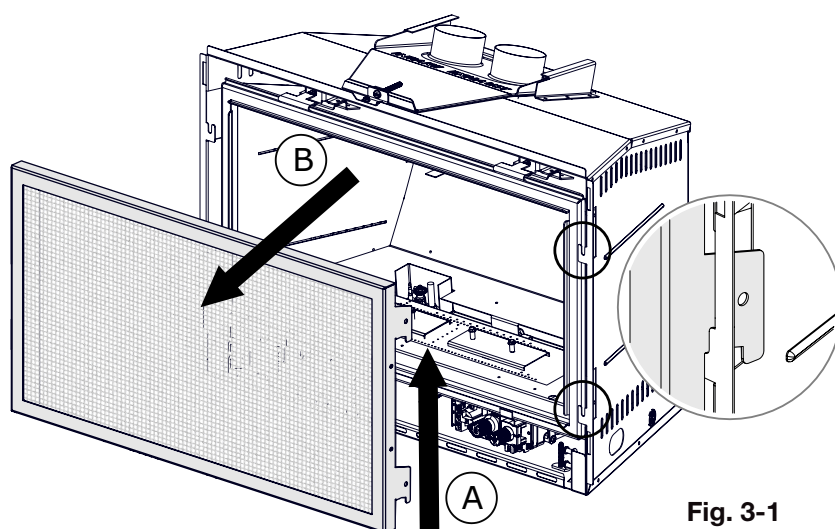

Fig. 3-1
1. Avant d'enlever la porte vitrée, la barrière de protection doit être enlever. Soulevez la barrière de protection hors des 4 goupilles et enlever de l'appareil, puis inclinez la partie haut du porte vitrée puis enlever de l'appareil (**Fig. 3-1**).